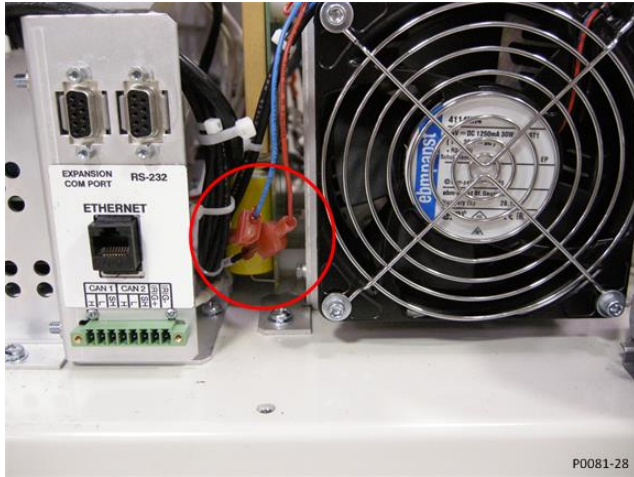

Figura 3. Ubicación del conector del cable del ventilador
- Localice el ventilador de enfriamiento defectuoso y desconecte los cables rojo y azul del ventilador del DECS-250E. Consulte la Figura 3.